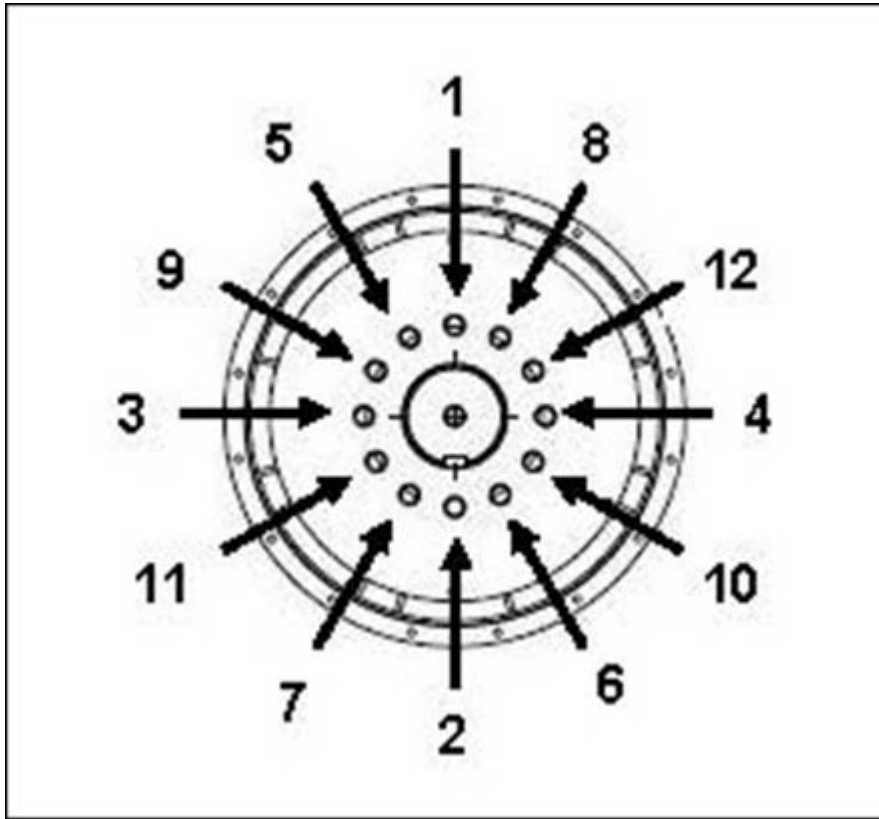

図 22. ハブへの固定手順
4. 必要に応じて、表示の順番でカップリング ディスク ボルトを締め付けます 図 22 ページ 36。